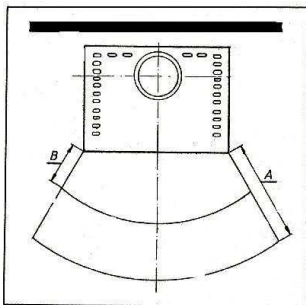

Bild 8
Alla brännbara föremål nära elden (strålningsområdet), t.ex. möbler eller prydnadssaker måste ha ett avstånd på minst **80 cm (A)**, mätt från brännkammarens främre kant. Detta säkerhetsavstånd kan reduceras till **40 cm (B)** om du monterar ett ventilerat strålningsskydd framför de föremål som ska skyddas (exempel se bild 8).